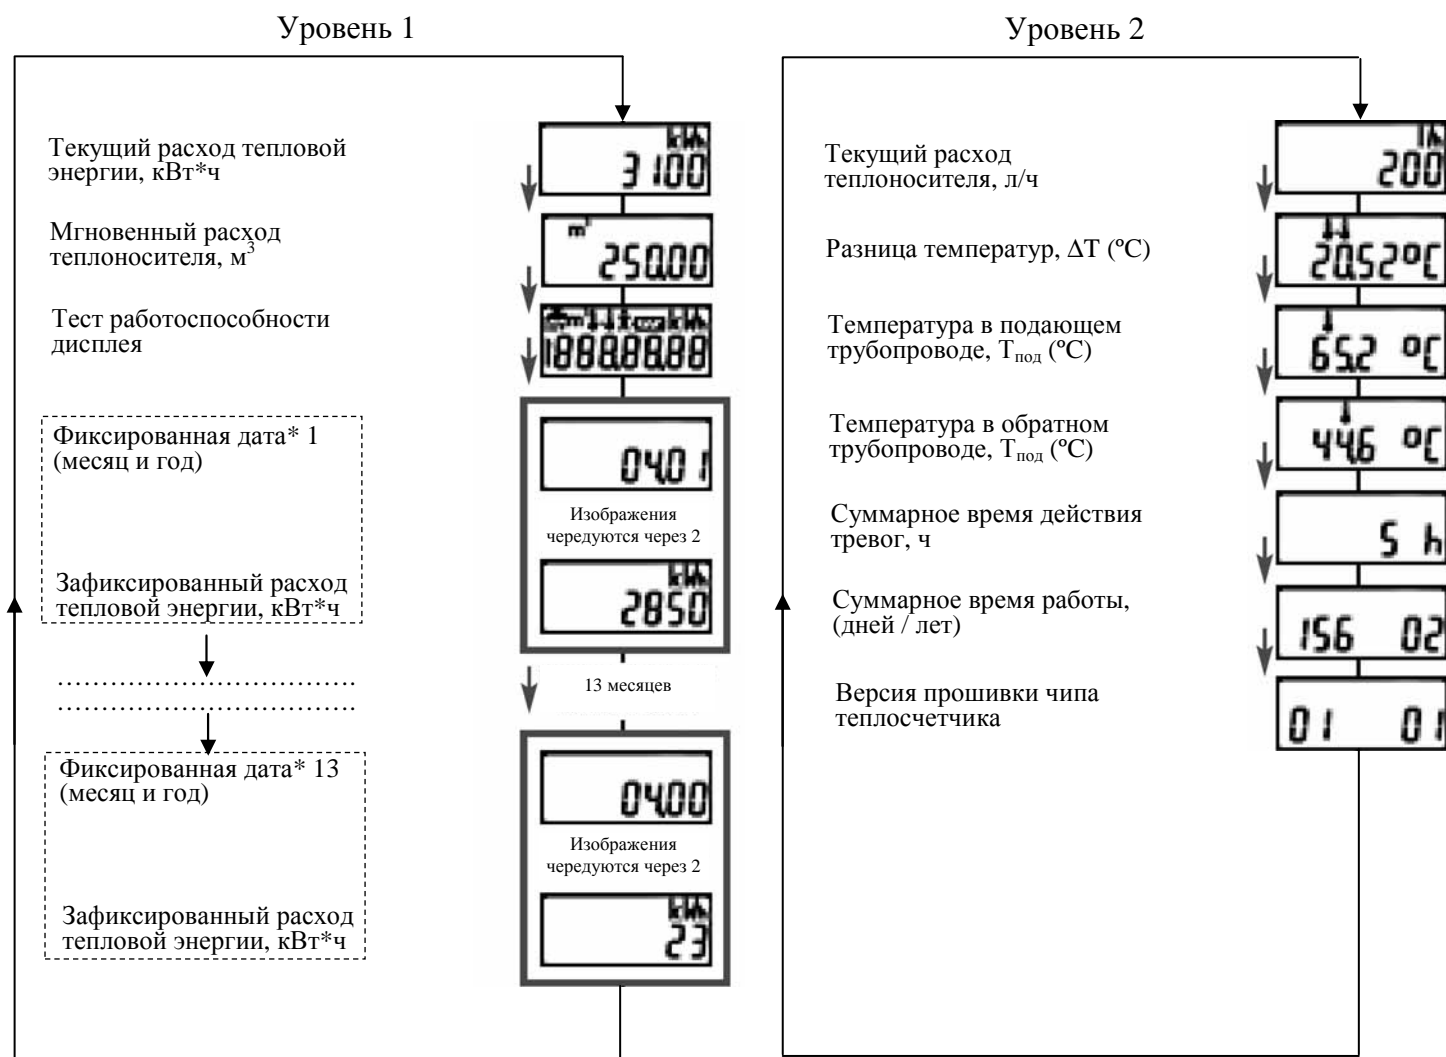

Рис. 5 Блок-схема пользовательского режима и описание уровней
4.7 Блок-схема пользовательского режима и описание уровней приведены на рис. 5.